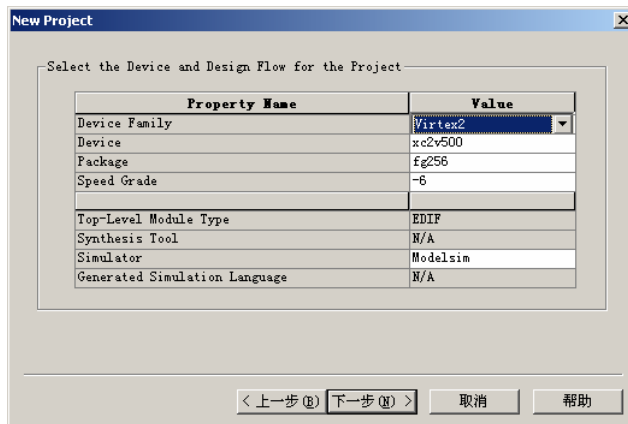

图8-30 设置工程属性
- (3) 单击 **下一步(N) >** 按钮，按图 8-30 所示设置工程属性。